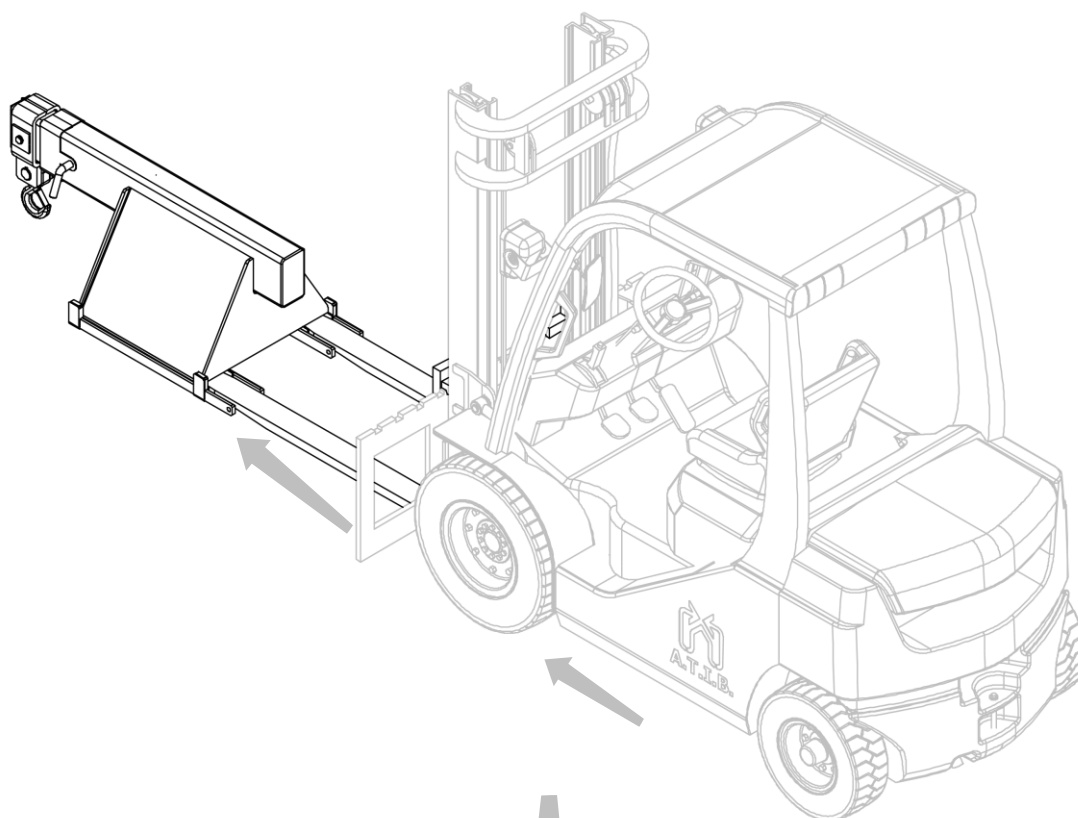
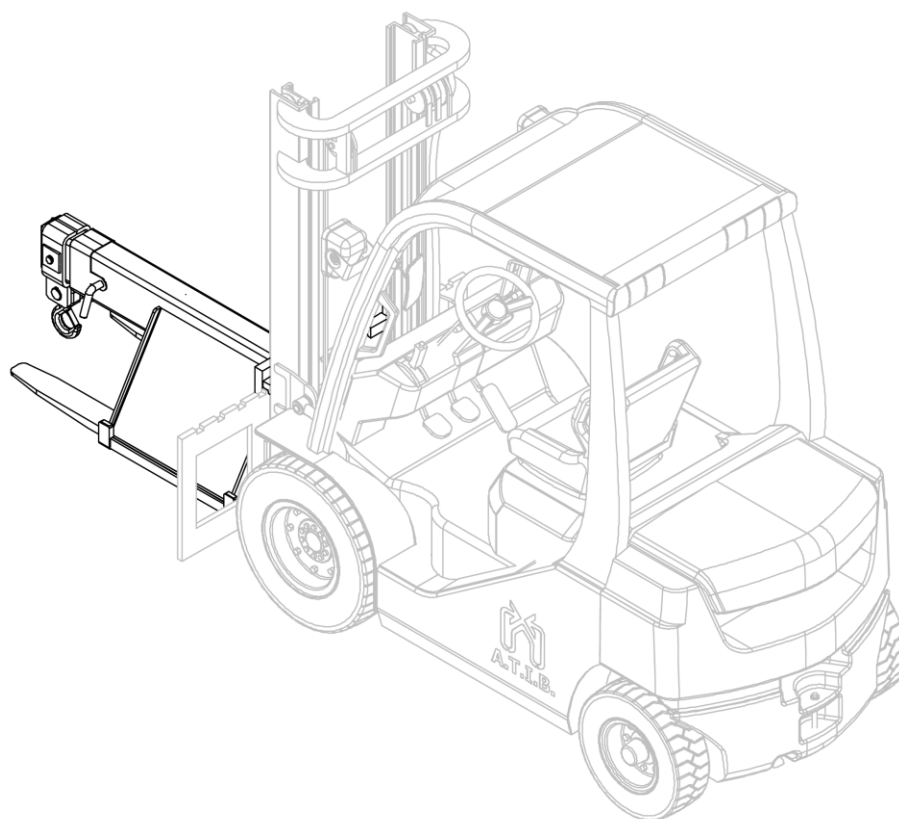

Figura 7
Figura 8
5. Inforcare l'attrezzatura (vedi Figura 7 e Figura 8).